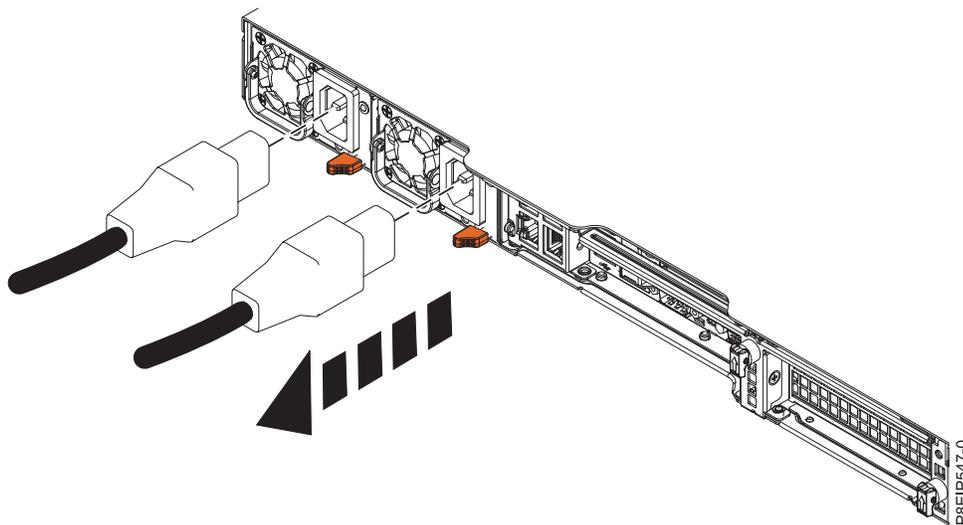

Figura 71. Extracción de los cables de alimentación del sistema
2. Etiquete y desconecte los cables de alimentación de la unidad del sistema como se muestra en la Figura 71.